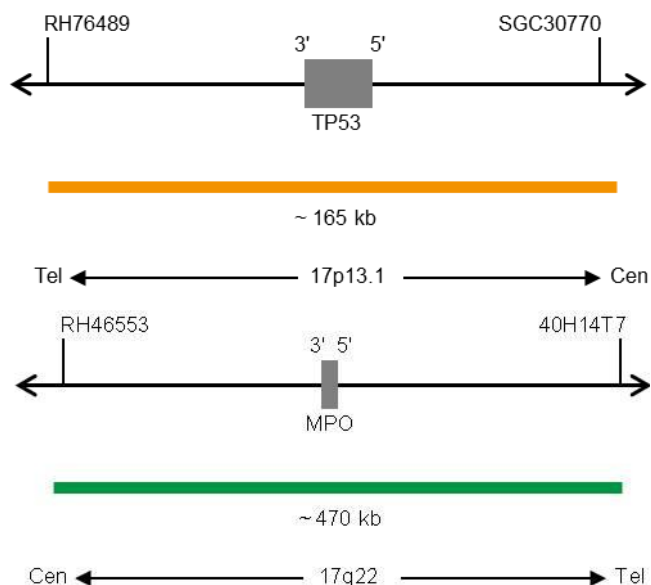

Abb. 1: Oben: SPEC TP53 Sondenlokalisierung; Unten: SPEC 17q22 Sondenlokalisierung (nicht maßstabsgetreu)
- ZyOrange (Anregung 547 nm/Emission 572 nm) markierten Polynukleotiden (~4,5 ng/μl), die gegen Sequenzen in 17p13.1* (chr17:7,495,749-7,663,022) gerichtet sind, welche die TP53-Genregion enthalten (siehe Abb.1).
- ZyGreen (Anregung 503 nm/Emission 528 nm) markierten Polynukleotiden (~10,0 ng/μl), die gegen Sequenzen in 17q22* (chr17:56,124,338-56,594,220) gerichtet sind (siehe Abb.1).